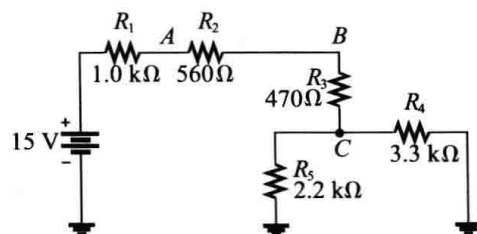

图 6-87
38. 在图 6-87 中, 对应下列每种故障, 确定每个电阻两端预期测量得到的电压, 假设每个故障互相独立。
36. 如果图 6-87 中 R_2 开路, 试问在 A、B、C 点读出的电压是多少?